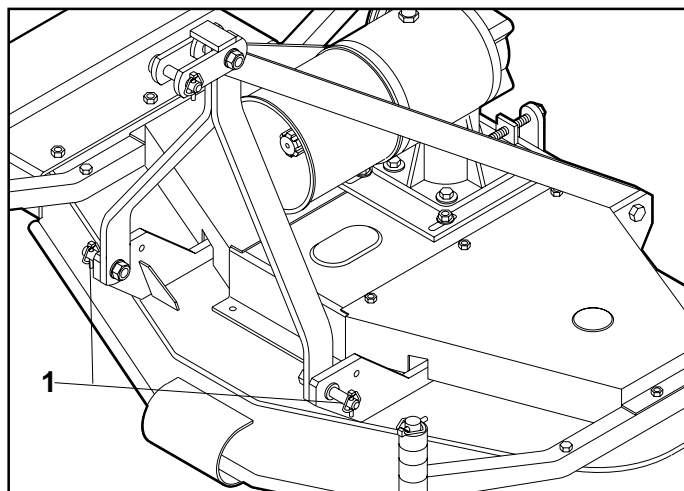
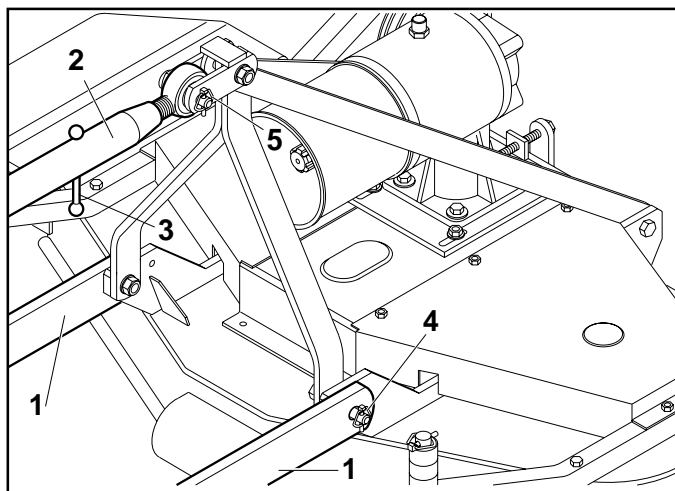
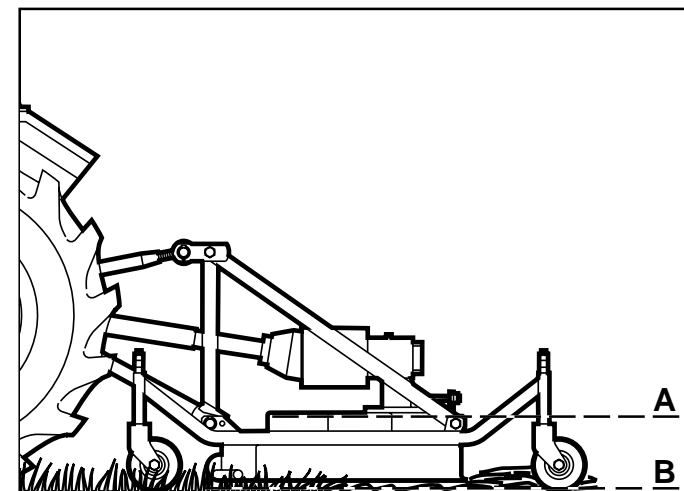

Fig. 15
Fig. 16
Fig. 17
- Con perni già inseriti (1 Fig. 15), accostare le barre parallele del trattore (1 Fig. 16) all'esterno delle piastre ed inserirle nei perni, bloccando il tutto con le copiglie a scatto (4 Fig. 16).
- Collegare il terzo punto superiore con l'apposito tirante (2 Fig. 16) ed effettuare una corretta regolazione - perfettamente allineato con il terreno tramite la leva (3 Fig. 16) verificando che il piano della macchina (A Fig. 17) risulti parallelo al piano terra (B Fig. 17). Ciò è molto importante allo scopo di ottenere il parallelismo tra l'asse del tosaerba e quello della presa di forza del trattore. Operare in queste condizioni significa limitare le sollecitazioni sulla presa di forza e prolungare la durata sia dell'albero cardanico che della macchina.
- *With the pins already inserted (1 Fig. 15), near the parallel tractor links (1 Fig. 16) to the outer side of the plates and fit them on to the pins, locking the parts together with the snap pins (4 Fig. 16).*
- *Connect the top link to the relative rod (2 Fig. 16) and correctly adjust to achieve perfect alignment with the ground by means of the lever (3 Fig. 16).*
Check that the platform of the machine (A Fig. 17) is perfectly parallel to the ground (B Fig. 17). This is a very important adjustment carried out in order to obtain parallelism between the axis of the grass mower and that of the tractor PTO. Work in these conditions limits the stress to which the power take off is subjected and lengthens the life of both the driveline and the machine.
- Mit schon eingesteckten Bolzen (1 Abb. 15) die Unterlenker des Traktors (1 Abb. 16) auf die Außenseite der Platten bringen und sie in die Bolzen stecken, um dann alles mit den einrastenden Sicherheitssplinten (4 Abb. 16) zu befestigen.
- Den Oberlenker mit der Zugstange (2 Abb. 16) verbinden und eine korrekte Einstellung vollkommen parallel zum Gelände mit dem Hebel (3 Abb. 16) vornehmen, wobei zu prüfen ist, daß die Ebene der Maschine (A Abb. 17) ganz parallel zur Ebene des Geländes (B Abb. 17) steht. Das ist sehr wichtig, um eine Parallelität zwischen der Achse des Sichelhäfers und der Achse der Zapfwelle des Traktors zu erhalten. Wenn man unter diesen Voraussetzungen arbeitet, ist man sicher, die Belastungen der Zapfwelle zu minimieren und die Haltbarkeit der Gelenkwelle und der Maschine zu verlängern.
- *Avec les axes déjà insérés (1 Fig. 15), approcher les bras inférieurs du tracteur (1, Fig. 16) à l'extérieur des plaques et les introduire dans les axes, en bloquant l'ensemble avec des goupilles (4 Fig. 16).*
- *Atteler le troisième point supérieur avec le triant prévu (2, Fig. 16) et effectuer un réglage correct - parfaitement aligné avec le sol au moyen du levier (3 Fig. 16) en vérifiant que le plan de la machine (A Fig. 17) est parallèle au plan du sol (B Fig. 17).*
- Con los pernos ya inseridos (1 Fig. 15) arrimar las barras paralelas del tractor (1 Fig. 16) al externo de las placas e introducirlas en los pernos, bloqueando todo el conjunto con los pasadores de disparo (4 Fig. 16).
- Conectar el tercer punto superior con el correspondiente tirante (2 Fig. 16) y efectuar una correcta regulación, perfectamente alineado con el terreno mediante la palanca (3 Fig. 16) controlando que el plano de la máquina (A Fig. 17) resulte paralelo al plano tierra (B Fig. 17).